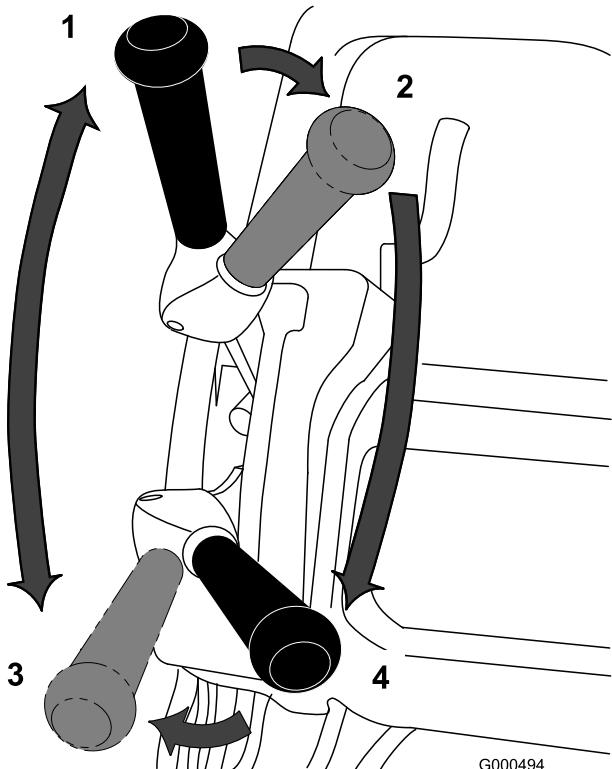

Figura 18
1. Avviate il motore, impostate l'acceleratore a bassa velocità, abbassate la stegola per sollevare l'apparato di taglio, spostate la leva della trazione in posizione di innesto e trasportate il tosaerba sul bordo del green (Figura 18).
2. Spostate la leva della trazione in posizione di disinnesto, ed innestate la leva di trasmissione del cilindro (Figura 18).
- 3. Portate la leva della trazione in posizione di innesto, e aumentate la velocità dell'acceleratore finché il tosaerba non si sposta alla velocità opportuna. Portate il tosaerba sul green, abbassate la parte anteriore del tosaerba ed iniziate a tosare (Figura 18).